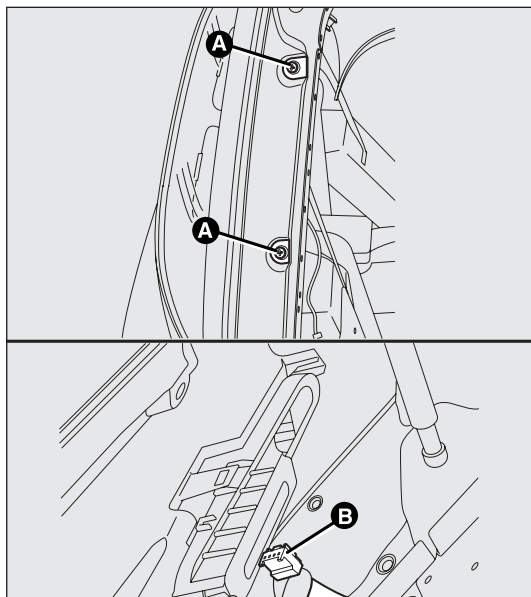

fig. 169
Los grupos ópticos traseros contienen las lámparas de las luces de posición (con led), de freno y los intermitentes. La disposición de las lámparas del grupo óptico fig. 169 es la siguiente:
- ☐ afloje los tornillos de fijación A-fig. 169;